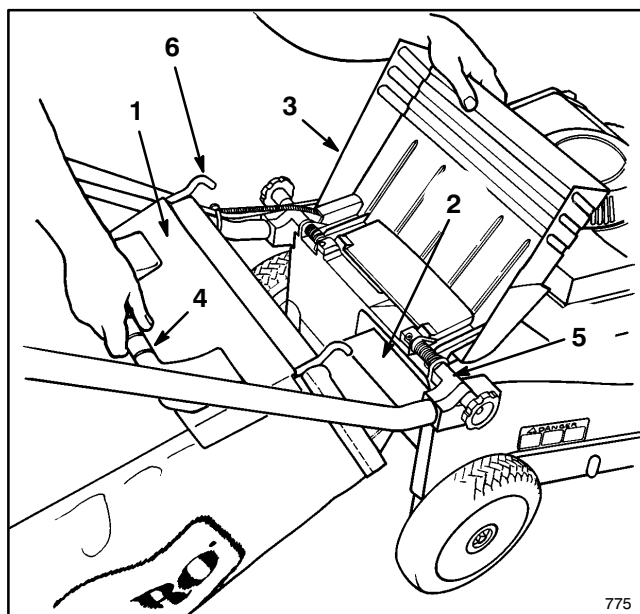
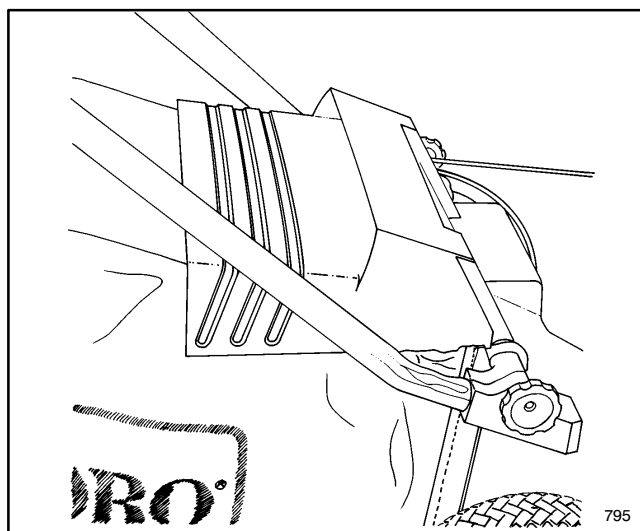

Figure 12
Figure 13
**2. INSTALLATION DU SAC** — Soulever le volet d'éjection, glisser le rail attaché au sac dans l'ouverture d'éjection et accrocher le cadre du sac sur la portion arrondie des supports de montage (fig. 12). Laisser le volet d'éjection reposer sur le dessus du sac (fig. 13).